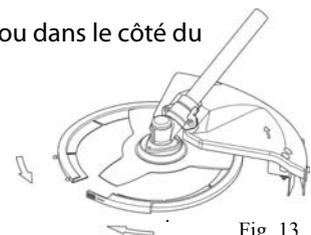

Fig. 13
9. Lorsque vous arrêtez d'utiliser la lame, veuillez la stocker avec un capot de protection de lame. Fig. 13